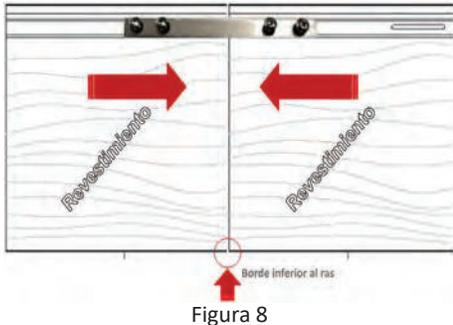

Figura 8
- Siempre asegúrese de que la parte inferior de los paneles quede alineada antes de instalar la abrazadera (Figura 8).